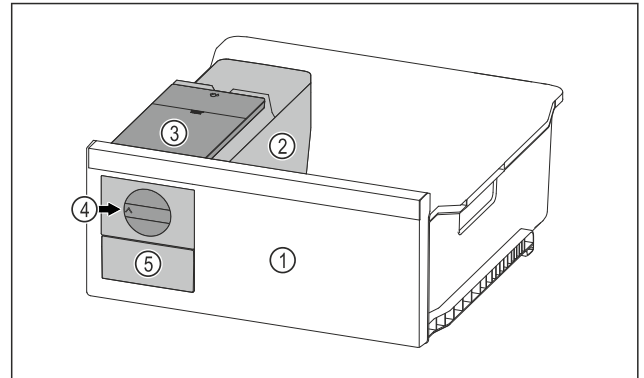

Fig. 123 Példaként szolgáló ábrázolás
- ▶ A forgógombot Fig. 123 (4) ütközésig forgassa el az óra járásával egyező irányban.
- ▷ A jégkockák a jégkockatartóból a jégkockafiókba Fig. 123 (5) hullanak.